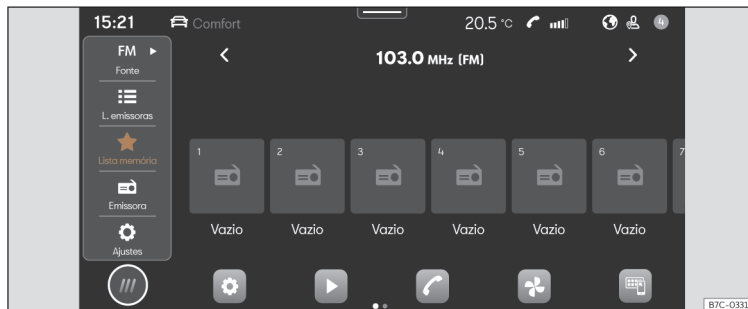

Fig. 152 Esquema: Vista Rádio.
- Pressione **HOME** > >>> **Fig. 152**.